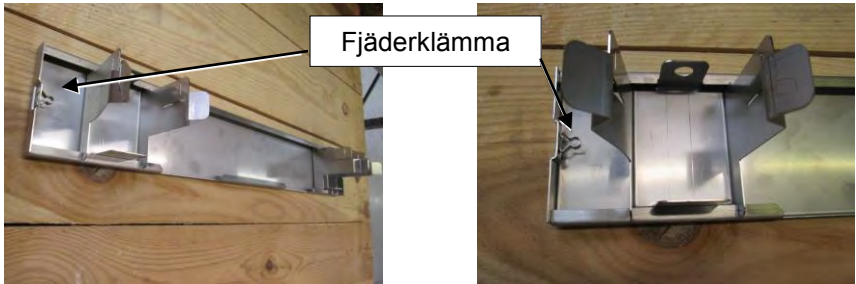
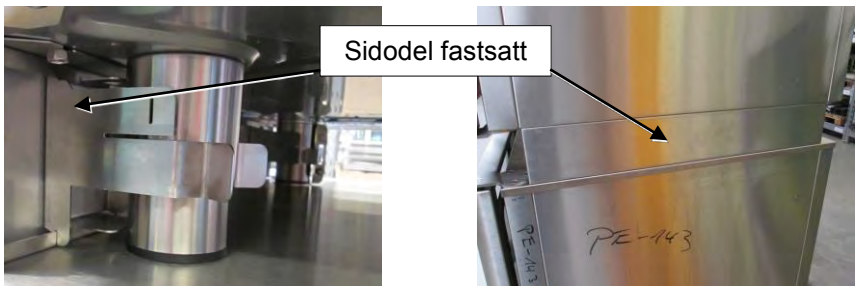

Fig. 58: Fjäderklämma
Fig. 59: Sidodel
15. Montering av sidodelar på fotpanelen på den övre apparaten. Kontrollera i förväg om fjäderklämmor används som anslutningar i sidodelarna och för in dem vid behov (Fig. 58 till Fig. 59).